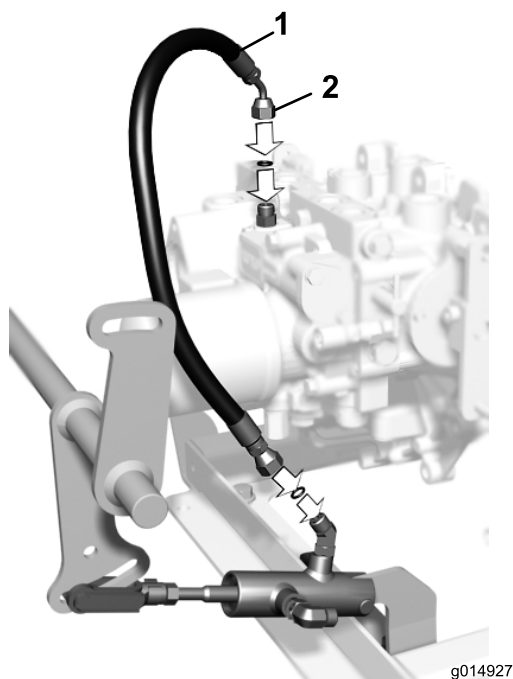

図 8
13. ホースのもう一方の端部を油圧シリンダの 45 度フィッティングに接続する（図 8）。
17. 油圧ホースの 45 度フィッティング部分を、トランスミッションの新しいストレート・フィッティングに接続する（図 8）。